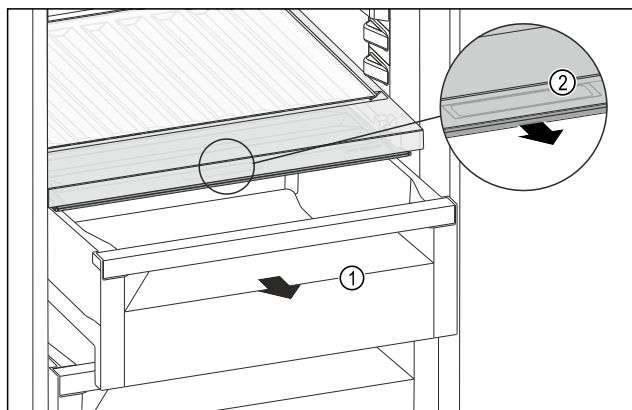

Fig. 97
- Vytiahnite zásuvku Fig. 97 (1).
- Uchopte priehľbinu na rukoväť Fig. 97 (2) na veko zásuvky a súčasne ťahajte veko zásuvky dopredu.